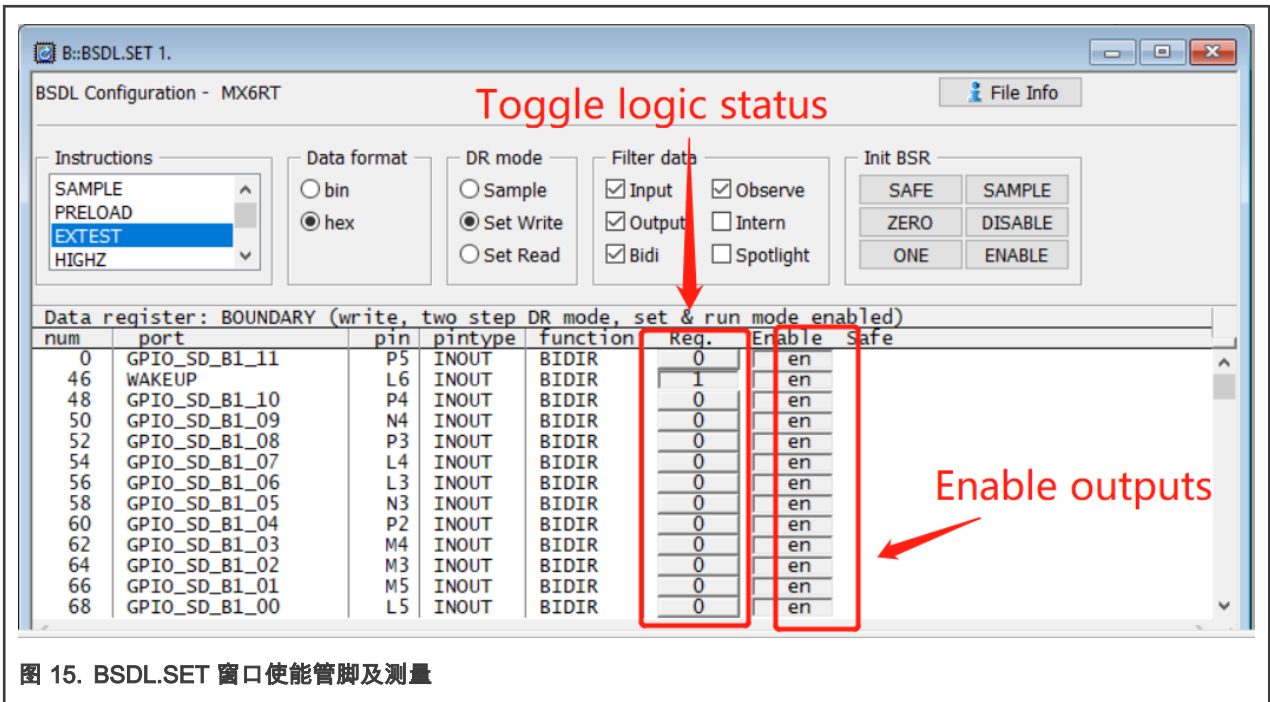

图 15. BSDL.SET 窗口使能管脚及测量
- 在 BSDL.SET 窗口中，这时单击 **Enable** 列中的按钮可以启用或停止相应引脚的信号输出，然后单击 **Reg.** 中的按钮可以切换其输出状态为 0 或 1。使用万用表测量 EVK 板上的信号电平是否能匹配这些引脚上信号的电平状态。图 15 中首先点击 en 使管脚进入使能状态，然后点击“Reg.”可以在 0 和 1 两种状态切换。